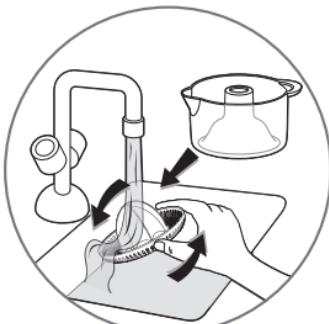

fig.3
- Nettoyez la verseuse (**B**) et le cône plastique (**C**) immédiatement après l'utilisation pour éviter que la pulpe ne colle (**fig. 3**).
- Clean the jug (**B**) and the plastic cone (**C**) immediately after use to avoid the pulp from sticking to them (fig. 3).
- Reinig de kom (**B**) en de kunststof perskegel (**C**) onmiddellijk na gebruik om te voorkomen dat het achtergebleven vruchtvlees aankoekt (**fig. 3**).
- Ziehen Sie vor der Reinigung des Motorblocks (A) immer den Netzstecker heraus.
- Tauchen Sie den Motorblock (A) nicht ins Wasser und halten Sie ihn nicht unter fließendes Wasser. Reinigen Sie den Motorblock (A) mit einem feuchten Tuch. Trocknen Sie ihn sorgfältig ab.
- Reinigen Sie Behälter (B) und Presskegel (C) unmittelbar nach dem Gebrauch, damit kein Fruchtfleisch kleben bleibt (Abb. 3).
- Behälter (B), Presskegel (C) und Schutzbdeckung (D) können mit dem „ECO“ oder „LEICHT VERSCHMUTZT“ Programm im oberen Korb der Spülmaschine gereinigt werden.
- Bewahren Sie das Gerät mit aufgesetzter Schutzbdeckung (D) auf.